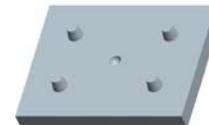

图 22.24 着色后的下半部分体积块
Step7. 系统弹出“属性”对话框，同时模型中的下半部分变亮（变青），在该对话框中单击 着色 按钮，着色后的模型如图 22.24 所示。然后在对话框中输入名称 lower_vol，单击 确定 按钮。